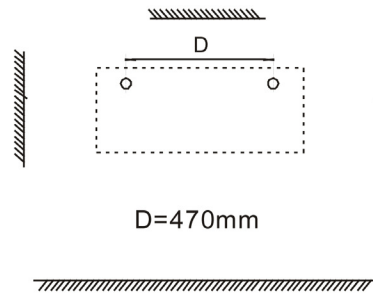

Figura 2
2. Fare due buchi adatti della dimensione del Fisher nel muro. (figura 2) – D= 470 mm